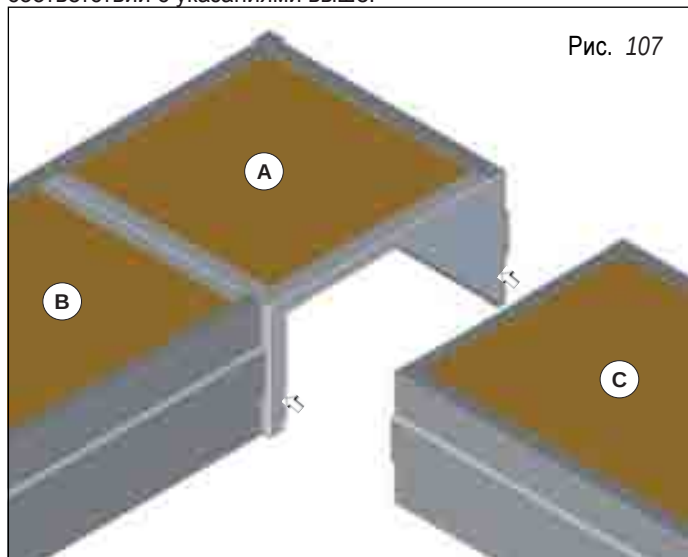
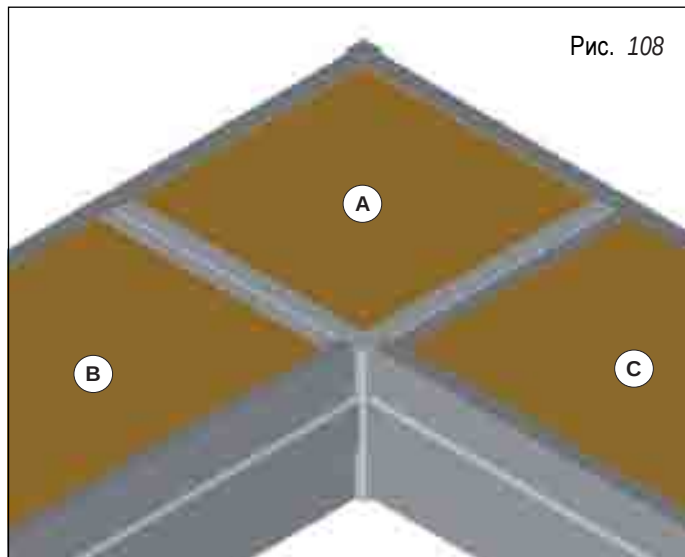

Рис. 107
Рис. 108
Подвесить предварительно закрепленный модуль изгиба (A), второй участок теплоизлучающей трубы (C) с помощью выступа и щели (рис. 107), как указано выше. С помощью двух болтов соединить теплоизлучающую трубу с модулем изгиба (рис. 108).